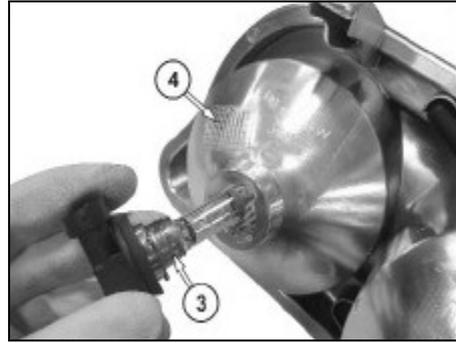

Fig. 138
3. Quite el foco (3) del faro (4). (Fig. 138)